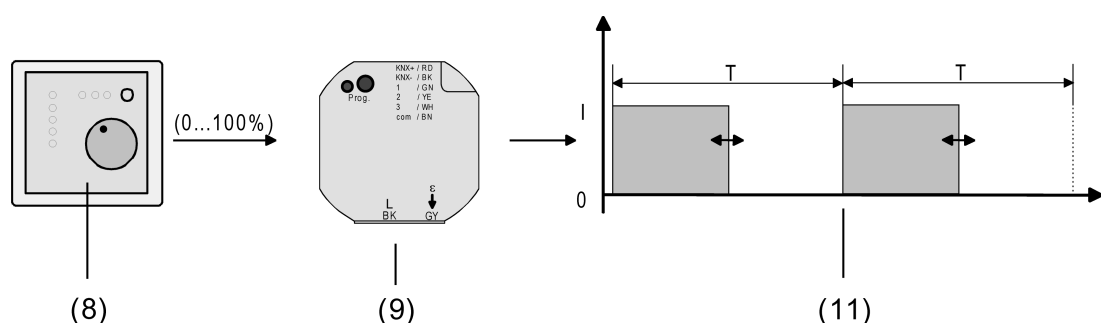

Figura 18: Principio di grandezza regolante con grandezza regolante continua
- (8) Regolatore di temperatura ambiente (RTA) (grandezza regolante a "1 bit")
- (9) Attuatore riscaldamento
- (10) Segnale d'uscita a commutazione per azionamenti valvole
Il telegramma valore ricevuto tramite l'oggetto a 1 byte "Grandezza regolante" viene convertito dall'apparecchio, in modalità normale, in un segnale di commutazione equivalente con modulazione a larghezza d'impulsi in corrispondenza delle uscite valvola (figura 18). Il valore medio del segnale d'uscita risultante da questa modulazione, nel rispetto del tempo di ciclo impostabile nell'apparecchio (T), indica la posizione media della valvola di regolazione e rappresenta dunque un riferimento per la temperatura ambiente impostata (v. "Modulazione a larghezza d'impulsi con grandezze regolanti continue e posizioni nominali valvola continue").